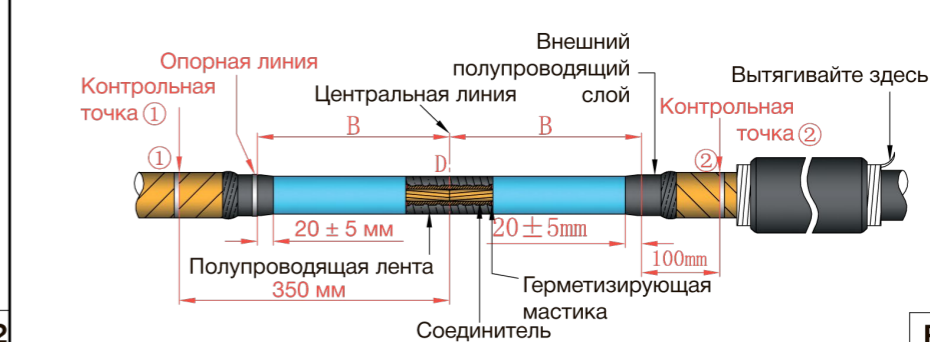

Рис. 3
- 3.3 Измерьте расстояние между местами среза изоляции и определите центральную точку D. Измерьте расстояние B (значения приведены в таблице ниже) от точки D. и установите эту точку в качестве опорной линии, как показано на рис. 3. Расстояние между опорной линией и срезом полупроводящей оболочки должно быть 20 ± 5 мм. Отмерьте 350 мм и B+100 мм от точки D до медного экрана в качестве контрольной точки (1) и (2).